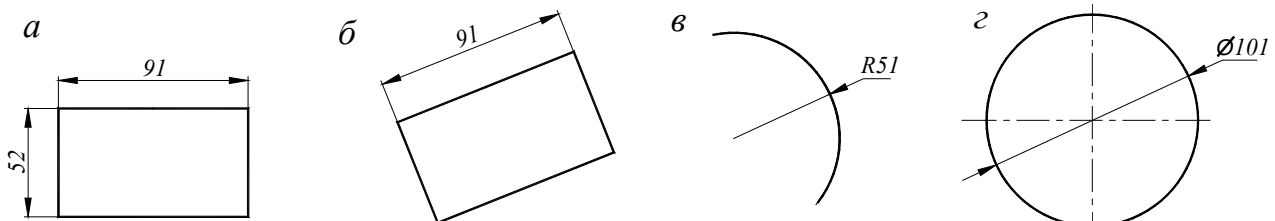

Рис. 2.16. Нанесения размеров
- для нанесення горизонтальних і вертикальних розмірів (рис. 2.16, а);
- наносять розмір, паралельний до лінії, що з'єднує вказані початкові точки виносних ліній (рис. 2.16, б);
- призначена для нанесення розміру радіуса кола або дуги (рис. 2.16, в);
- для нанесення діаметра кола або дуги (рис. 2.16, г).
Приклади нанесення розмірів наведено на рис. 2.16.